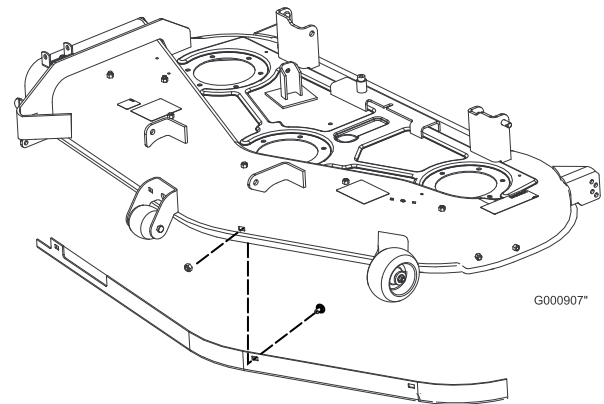

Figure 19
2. Retirez les boulons de carrossier et les contre-écrous qui fixent le déflecteur avant au plateau (Figure 19). Déposez le déflecteur avant pour accéder au déflecteur Recycler® droit.
2. Retirez les boulons de carrossier et les contre-écrous qui fixent le déflecteur avant au plateau (Figure 19). Retirez le déflecteur avant pour monter le déflecteur Recycler® droit.
6. Reposez le déflecteur avant et fixez-le au plateau (Figure 19) au moyen de la visserie retirée précédemment.